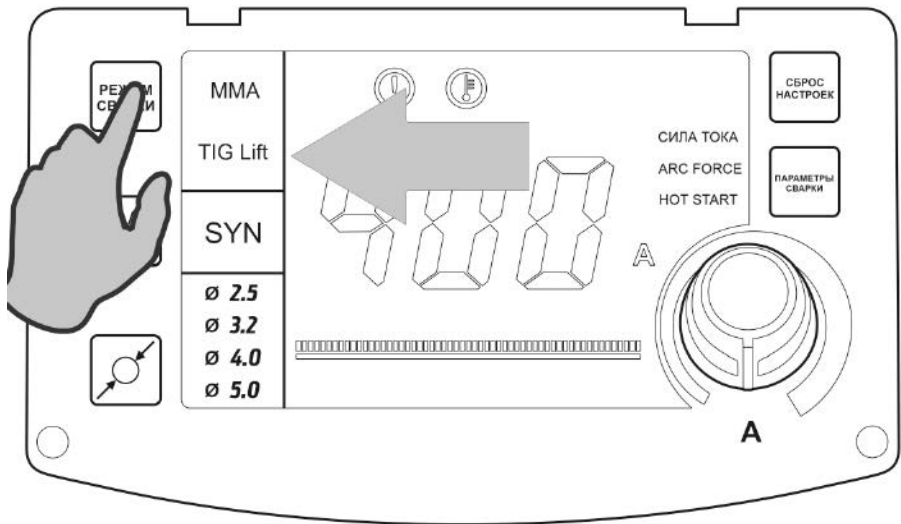

Рис. 9.1.2. Выбор режима сварки.
4. Перейдите в режим TIG (см. рис. 6.1.1, п. 1) на передней панели сварочного аппарата (см. рис. 9.1.2).